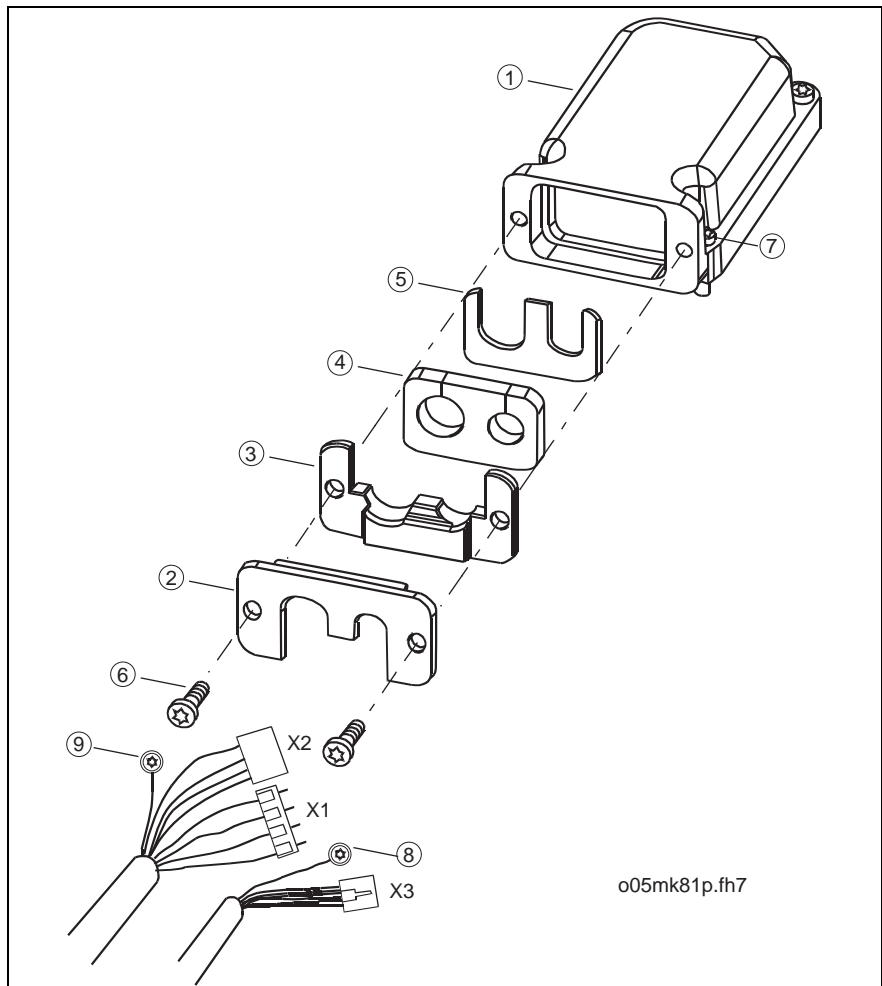

Fig. 13-1: Desenho desmembrado da caixa de ligação
- ⇒ Enfiar os cabos na chapa de suporte (5), na junta (4) e nas peças de pressão (3) e (2).
⇒ Passar as extremidades do cabo através da abertura da caixa de ligação (ver a Fig. 13-1) e afrouxar os parafusos (6) do terminal do cabo.